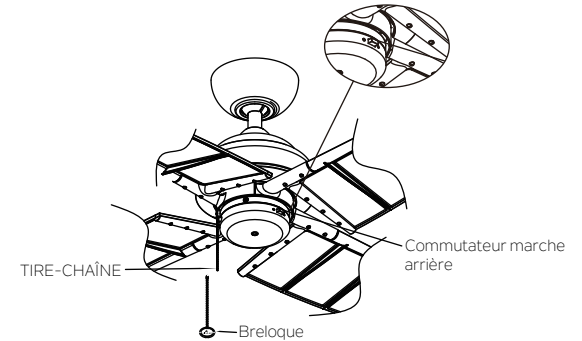

Fig. 19
Étape 1. Fixez la breloque au tire-chaîne depuis le couvercle de commutateur (Fig.19)